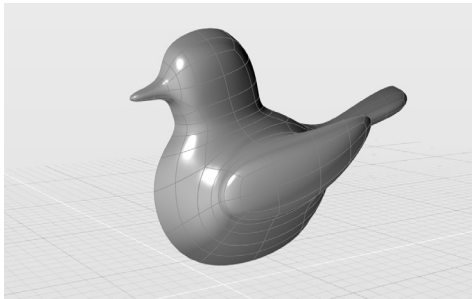

图 6-69 打开练习文件
1) 打开素材文件夹“练习 (6.2.4_2)”中的 Evolve 文件, 该文件中包含一个多边形对象, 为卡通小鸟的一半造型, 如图 6-69 所示。